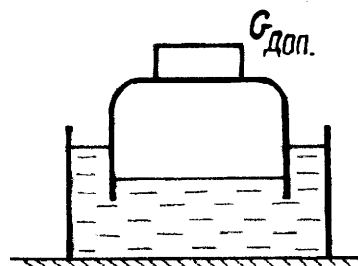

Рис. 6
13. Колокол мокрого газгольдера (газохранилища) для азота диаметром 5 м весит 1000 кгс. Определить вес дополнительного груза, если давление в колоколе 1000 Па. (рис. 6)
14. Определить избыточное давление в колоколе мокрого газгольдера (газохранилища) для азота диаметром 6 м, если колокол с дополнительным грузом весит 3200 кгс. (рис. 6)